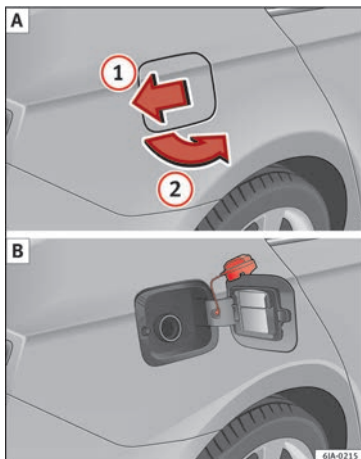

Fig. 202 Parte traseira do veículo, lado esquerdo: tampa do depósito/tampa do depósito com o tampão desenroscado.
Num autocolante colado no lado interior da tampa do depósito, é indicado o tipo de combustível adequado ao seu veículo, bem como o tamanho dos pneus e a pressão correta dos mesmos »» **Fig. 202** **B**.
- Faça pressão sobre a tampa do depósito, no sentido da seta **1** »» **Fig. 202**.
- Desenrosque o tampão de fecho do depósito para a esquerda e coloque-o em cima da tampa do depósito »» **Fig. 202** **B**.
- Uma vez destrancado o veículo com o comando do fecho centralizado pressione sobre a tampa do depósito no sentido da seta **1** »» **Fig. 202**.